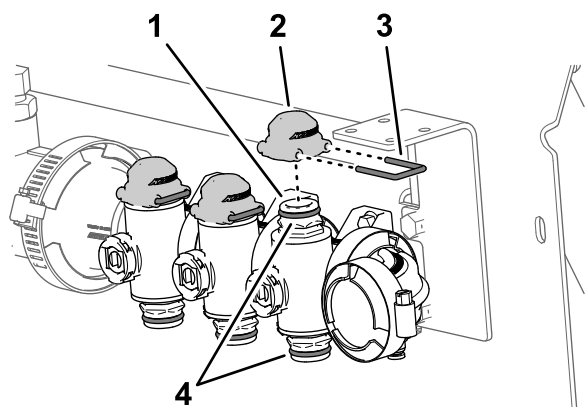

Bild 50
- Fetten Sie die oberen und unteren O-Ringe an der Schnellkupplung des Verteilerventils mit dem Fett aus dem Schnellkupplungsdeckel ein (Bild 50).
- Setzen Sie die drei Deckel für die Schnellkupplungen auf die drei Schnellkupplungen für die Verteilerventile (Bild 50).
- Befestigen Sie die drei Deckel mit den drei Haltern an den drei Schnellkupplungen (Bild 50).